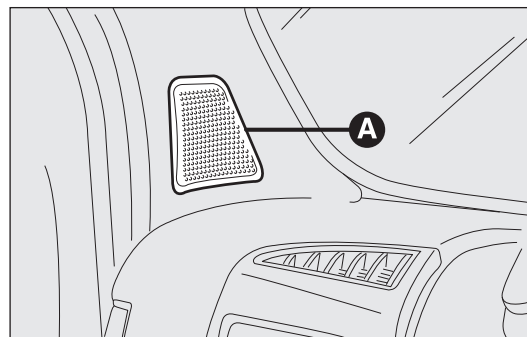

fig. 132
- 2 tweeters A placés sur les montants AV (puissance 30 W maximum chacun) fig. 132 ;